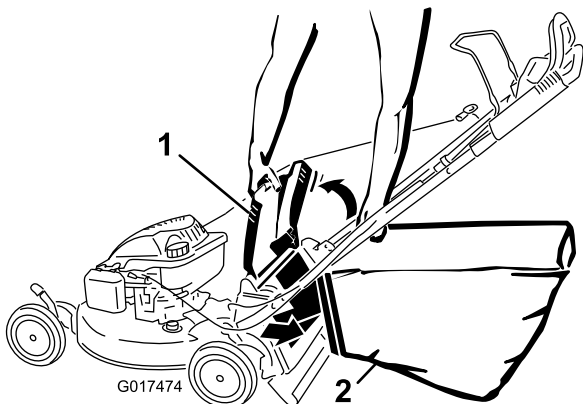

Figure 26
4. Accrochez le bord supérieur avant du bac sur les crans (Figure 26).